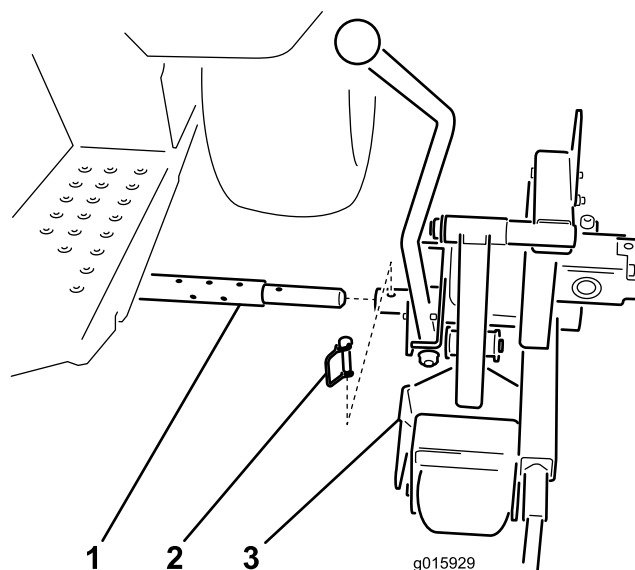

Figura 12
1. Deslize o tubo da articulação da cabeça do cortador para o tubo transversal (Figura 12).
2. Prenda a cabeça do cortador ao tubo transversal com o pino de engate (Figura 12).